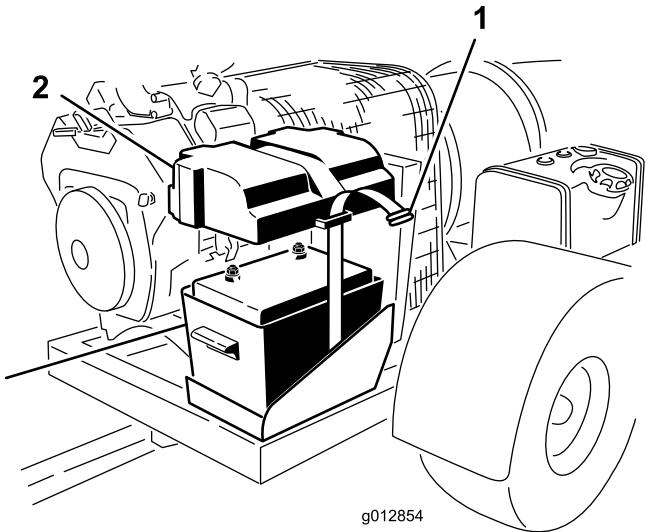

Figura 4
2. Rimuovete la cinghia che fissa il coperchio della batteria alla cassetta (Figura 4).